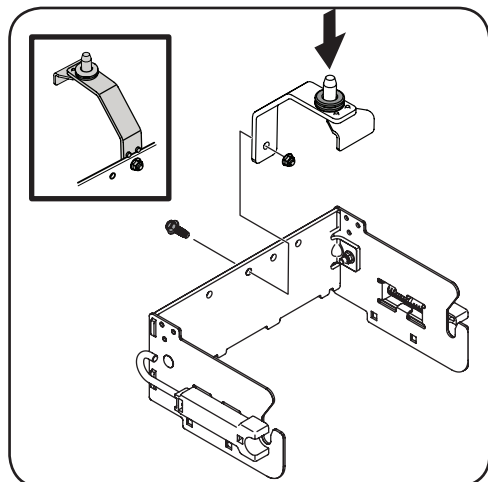

Figure 4-2
3. Retournez le support d'attelage assemblé et fixez le support du support d'attelage (réf. 2) dans le trou central du support arrière avec un boulon hexagonal (réf. 8) et un écrou autobloquant à bride (réf. 10). Voir Figure 4-2.
4. Placez la bague en caoutchouc sur la goupille au bas du support. Voir Figure 4-2.